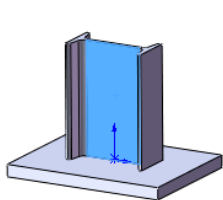
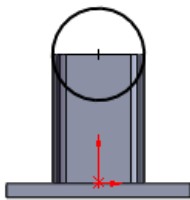
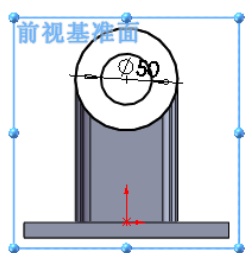

图 15-38 选择基准面
图 15-39 绘制圆草图
图 15-41 绘制同心圆草图
⑦绘制草图。单击如图 15-38 所示结构构件的平面作为绘制基准面, 单击“草图”工具栏中的“圆”按钮, 绘制一个圆, 圆的直径与结构构件的宽度相同, 如图 15-39 所示。
09 绘制草图。单击“草图”工具栏中的“圆”按钮，以“前视基准面”作为绘图基准面，以图15-39所示的圆草图的圆心作为圆心绘制两个同心圆，大圆直径与结构构件宽度相同，小圆直径尺寸如图15-41所示。